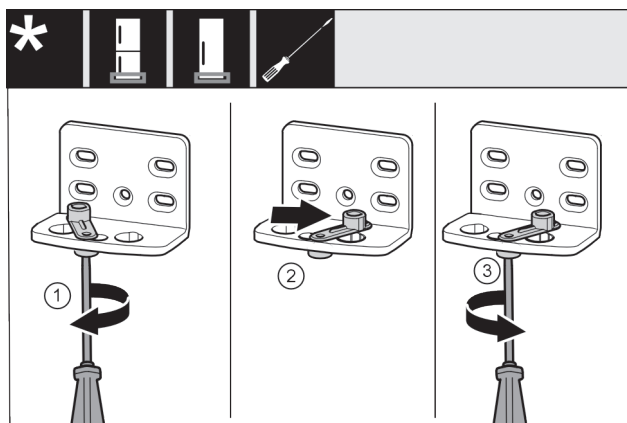

Fig. 15
- Odvijačem labavo uvrtnite vijak Fig. 15 (1).
- Podignite pomagalo za zatvaranje vrata Fig. 15 (2) i okrenite ga za 90° nadesno u provrt.
- Odvijačem pritegnite vijak Fig. 15 (3).